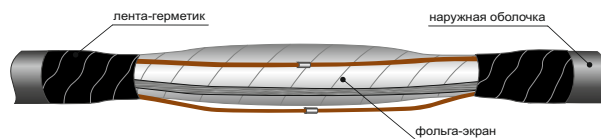

Рис. 13
20. Отделите ленту-герметик от подложки и обмотайте ее до обеспечения плавного перехода места среза оболочек обоих соединяемых кабелей с заходом на 50мм на наружную оболочку (рис.13).